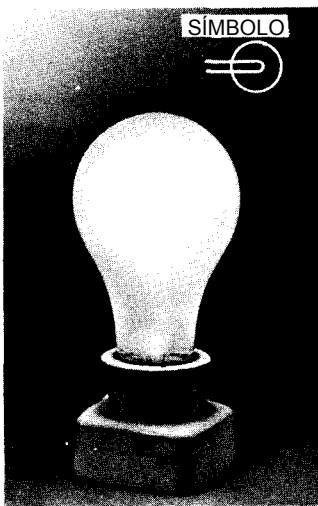

Fig. 2-5. Una carga eléctrica común. La lámpara convierte la energía eléctrica en calor y en energía luminosa. (General Electric Company)
**Carga.** La *carga* es el elemento de un circuito que transforma la energía de los electrones en movimiento en alguna otra forma útil de energía. Una lámpara es un circuito muy común de carga. Cuando los electrones se mueven a través del filamento de la lámpara, la energía de los electrones en movimiento se convierte en energía térmica y energía luminosa (Fig. 2-5).